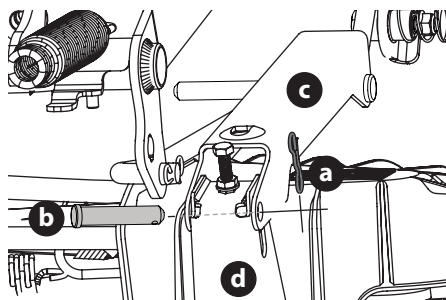

Fig. 44
- Extraiga los dos pasadores con unión curva (a) de los pasadores de horquilla (b) que sujetan los soportes del varillaje de elevación (c) a los soportes traseros de elevación de la plataforma (d) en la plataforma. Extraiga los pasadores de horquilla (b) (Fig. 44 en la página 69).